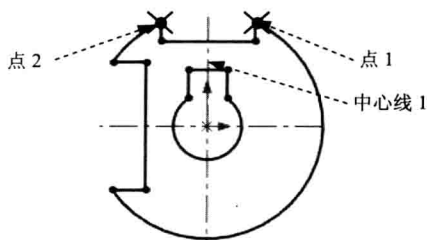

图 2.7 添加对称约束
- (1) 添加点 1、点 2 与直线 1 的对称约束。
- (2) 参照上一步骤添加其他对称约束，如图 2.7 所示。